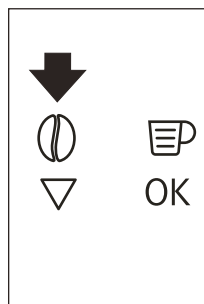

Fig. 15
- Premere l'icona  (B4) (Fig. 15) e selezionare la funzione caffè pre-macinato.